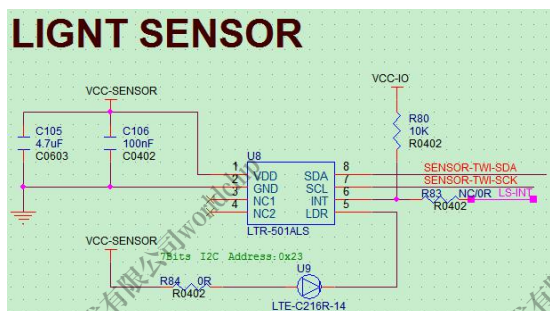

图 2-57 LIGHT 传感器电路设计
- SENSOR 的中断信号默认接到 A100_A133 的 PH 口，如果有需要在待机工作的 SENSOR，请保持该 SENSOR 的供电在待机时正常工作，同时将中断口连接到 PL 口。如 LIGHT 传感器的电路设计，如图 2-57 所示：